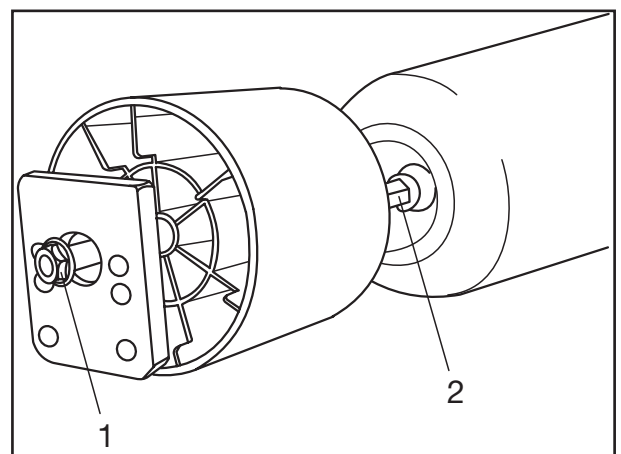

Fig. 11
☞ Bei Ausführung mit Kunststoffglocke wird durch heraus-schrauben der Sicherungsschraube (Fig. 11/1) der Luftfederbalg zerlegt, ggf. kann jetzt die Gewindehülse (Fig. 11/2) heruntergeschraubt werden.
- ☞ Bei Ausführung mit Kunststoffglocke die Gewindehülse (Fig. 11/2) mit einem Anziehdrehmoment von 130 Nm auf den Luftbalg schrauben. Die Stahlplatte in die Kunststoffglocke legen und mit der Sicherungsschraube verschrauben.
-  Where plastic piston is fitted, dismantle the air bag by unscrewing and removing the locking screw (Fig. 11/1). If necessary, the threaded sleeve (Fig. 11/2) can now be screwed out.
-  Where plastic piston is fitted, screw the threaded sleeve (Fig. 11/2) onto the air bag with a tightening torque of 130 Nm. Insert the steel plate into the plastic piston and screw on using the locking screw.
-  Pour l'exécution avec piston en plastique, désassembler le coussin d'air en dévissant la vis de sûreté (Fig. 11/1) ; la douille filetée (Fig. 11/2) peut maintenant être dévissée si nécessaire.
-  Pour l'exécution avec piston en plastique, visser la douille filetée (Fig. 11/2) au coussin d'air en serrant à un couple de 130 Nm. Poser la plaque d'acier sur le piston en plastique et la visser au moyen de la vis de sûreté.